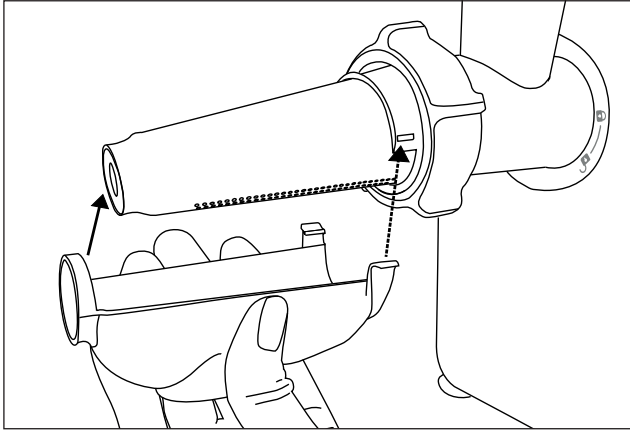

Fig. 2
- 8) Em seguida, fixe o tabuleiro de recolha **8** no passe-vite **10** (ver Fig. 2). Para este efeito, desloque o anel na ponta do passe-vite **10** e prenda os fechos **7** de ambos os lados na extremidade larga. O orifício no tabuleiro de recolha **8** fica orientado para baixo.